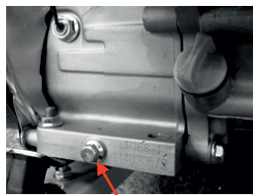

Рис. 20
3. Выкрутите сливной болт (Рис. 20, 21)
5. Закрутите на место сливной болт с прокладкой (Рис. 20)